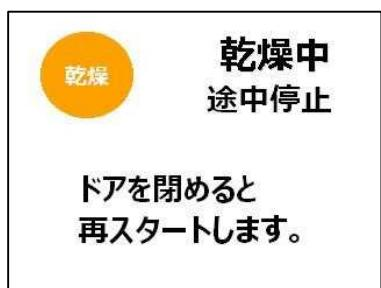

図 7-6
- ・ 乾燥工程中でドアを開くと、途中停止中画面が表示されます。(図 7-6)